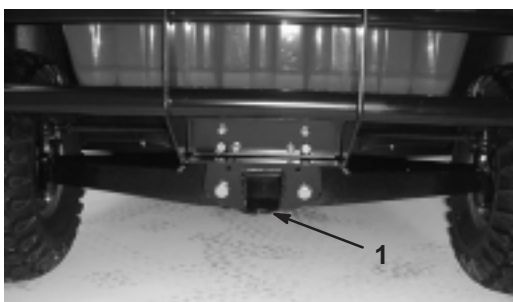

Figure 15
2. Accrochez un câble de remorquage à la flèche d'attelage à l'avant du châssis (Fig. 15).